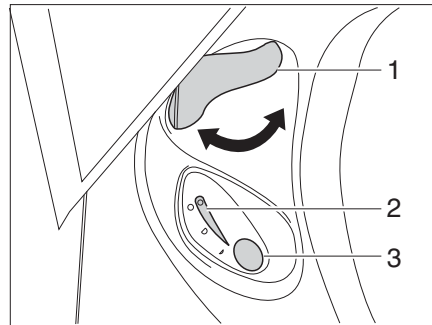

Fig. 298 Unité de commande des toilettes Thetford
- Avant d'actionner la chasse d'eau, ouvrir le curseur des toilettes Thetford. Tourner pour cela le levier du curseur (Fig. 298,1) dans le sens inverse des aiguilles d'une montre.
- Pour actionner la chasse d'eau, appuyer sur le bouton bleu (Fig. 298,3).
- Après avoir actionné la chasse d'eau, fermer le curseur. Tourner le levier du curseur (Fig. 298,1) dans le sens des aiguilles d'une montre.
Le voyant de contrôle (Fig. 298,2) s'allume lorsque la cassette Thetford doit être vidée.
- Tourner le levier du curseur (Fig. 298,1) dans le sens des aiguilles d'une montre. Le curseur se ferme. Pour la vidange il **faut** que le curseur des toilettes Thetford soit fermé.